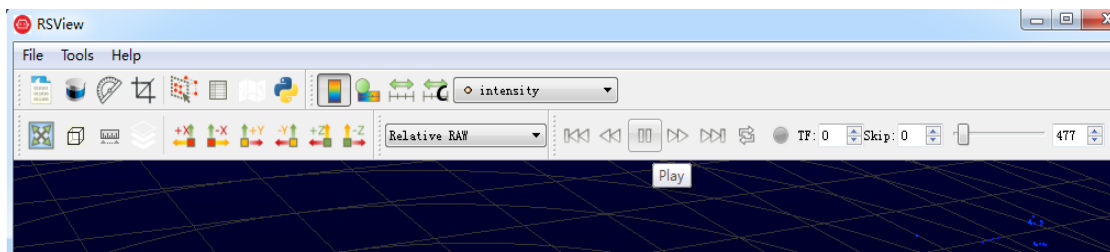

图 A-15 RSView Play 按钮和 Scrub 滑动工具
4. 点击 Play 按钮可以播放或者暂停数据。使用 Scrub 滑动工具前后滑动可以选择数据中不同位置的帧，此工具和 Record 按钮在同一个工具栏内(图 A-15)。